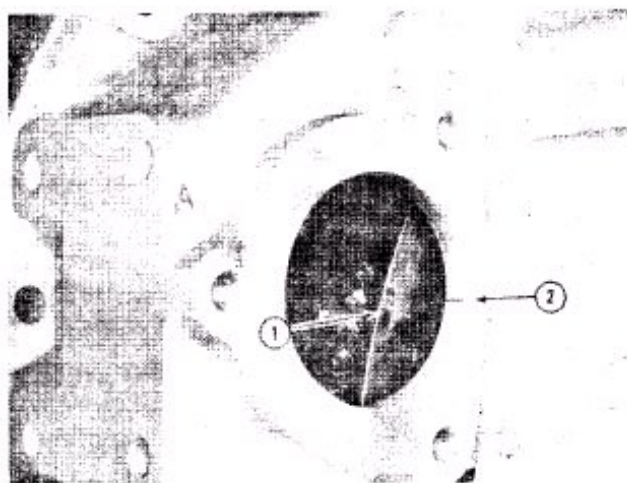

Рис. 2-60. (K21918) Отметки для регулировки клапана на маховике правого блока цилиндров и кожухе – КТ/КТА38.
2. При проворачивании двигателя со стороны правого блока цилиндров синхронизирующие отметки вентиляционного отверстия “А” кожуха маховика (1, рис. 2-60) следует совместить с выгравированной отметкой (2), если смотреть через отверстие “А” в кожухе маховика.